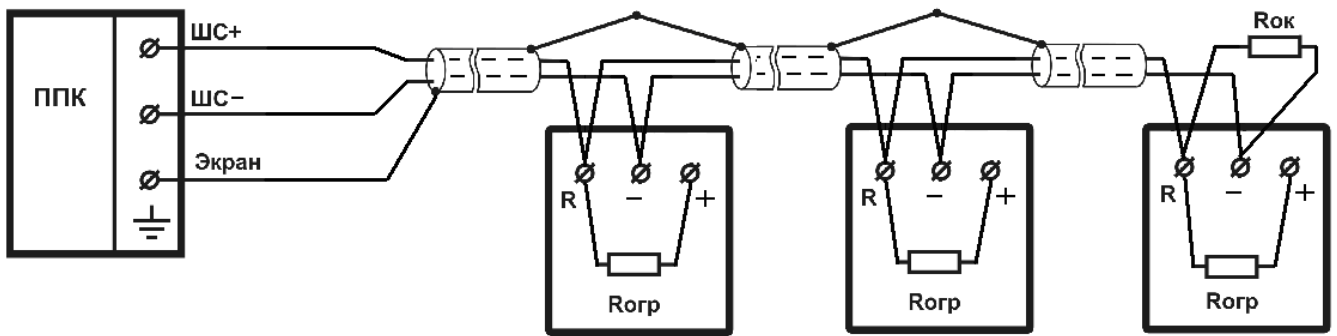
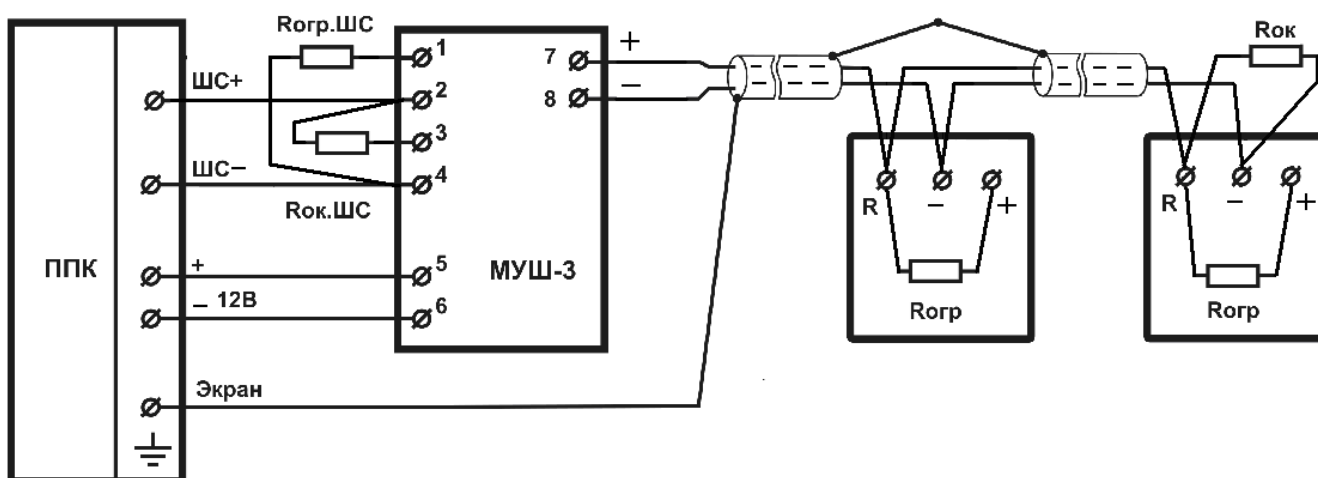

Рис. 3
Рис. 7
5.5 Схемы подключения извещателя к различным ШС приведены на рис. 3- рис.7.
6.4 Подключить ШС к извещателю согласно рис. 3 - рис. 7. Затянуть винты. Проверить надежность соединения. Закрывать крышку извещателя, совместив метки на основании и на крышке. Провернуть крышку относительно основания, по ходу часовой стрелки до упора.
6.6 Схема подключения извещателя к ППК с четырехпроводным ШС показана на рис. 5 – рис. 7. Модуль согласования шлейфов МУШ-2 формирует сигнал «ТРЕВОГА» уменьшением тока или разрывом цепи сигнальной линии четырехпроводного шлейфа, а модуль согласования шлейфов МУШ-3 увеличением тока в цепи сигнальной линии четырехпроводного шлейфа.